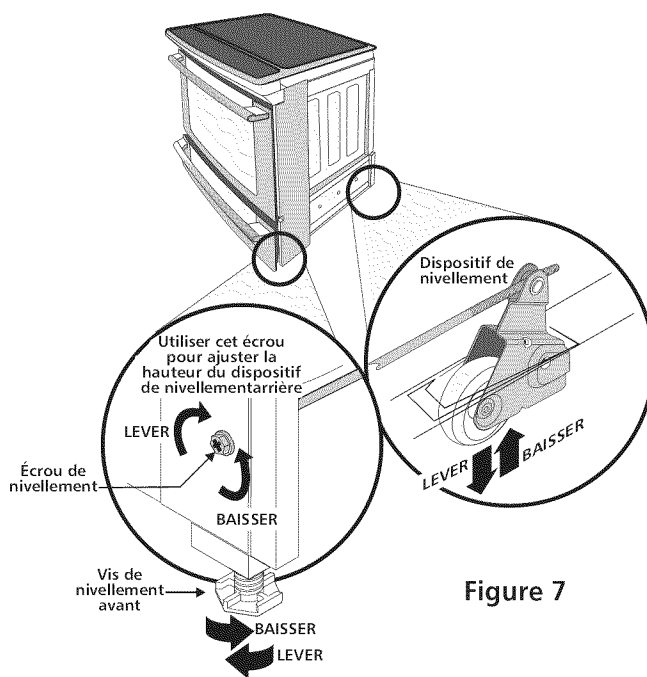

Figure 7
- Ajustez les pattes et les roulettes de l'appareil, comme décrit plus loin, jusqu'à ce que le dessous de la surface de cuisson s'appuie délicatement sur le dessus du comptoir et soit à niveau (Figure 7).